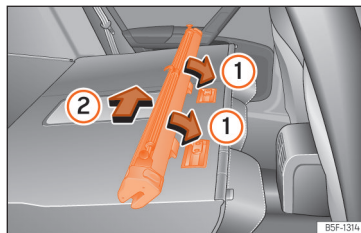

Рис. 192 Установлення розділової сітки на спинки заднього сидіння
- Установіть касету до заглиблень у спинках сидіння в напрямку стрілки >>> **рис. 192 ①**.
- Натисніть касету ліворуч у напрямку стрілки >>> **рис. 192 ②** до кінця.
- Потягніть касету сітки приблизно на 5 см протилежно стрілці >>> **рис. 192 ②**.
- Витягніть касету із заглиблень на спинках сидіння протилежно стрілці >>> **рис. 192 ①**.